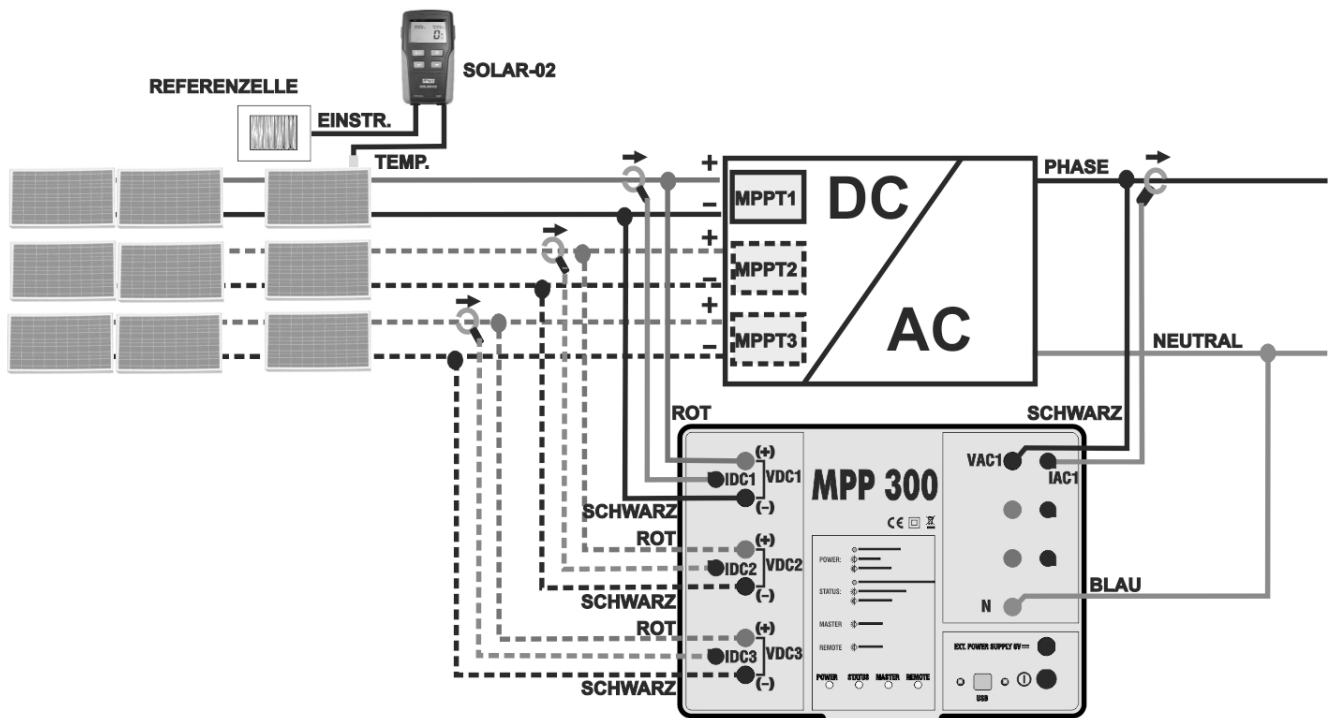

Abb. 5: Anschluss des MPP300 zur Prüfung von PV Anlagen mit 1 Phasen AC
7. Schließen Sie den **VDC1(+)** und **VDC1(-)** Eingang des **MPP300** an die Ausgänge des PV-Strings die am MPPT1 angeschlossen sind mit an und beachten dabei die Polungen und Kabeladernfarben der Abbildungen Abb. 5 oder 6.
10. Schließen Sie die DC Strommesszange am Pluspol des Strings **unter Beachtung der Pfeilrichtung** an (siehe Abb. 5 oder 6). Bringen Sie die DC Stromzangebacken so weit wie möglich vom Wechselrichter vom Minuspol des PV Strings entfernt an.